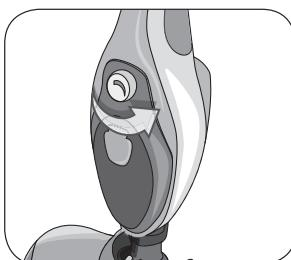

Fig. 8
Inserire la spina nella presa di corrente elettrica, che deve essere dotata di messa a terra. Ruotare la manopola di regolazione vapore (F) in senso orario fino a quando la spia (E) si accenderà, ad indicare che l'apparecchio è acceso e che la caldaia interna inizia a riscaldarsi. Dopo pochi secondi inizierà a fuoriuscire il vapore dalla testa vapore. Ruotare la manopola di regolazione vapore (F) da un minimo ad un massimo a seconda della quantità di vapore desiderata (Fig. 8).